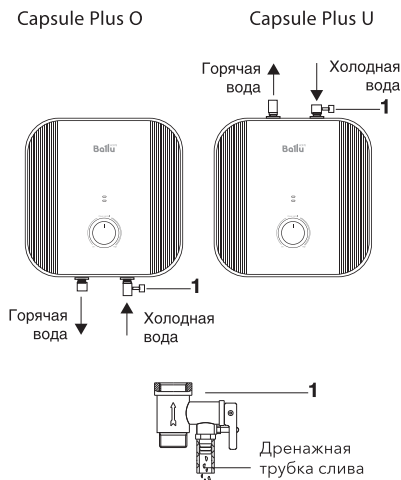

Рис. 6
3. Предохранительный клапан следует устанавливать в месте входа холодной воды (см. рис. 6).